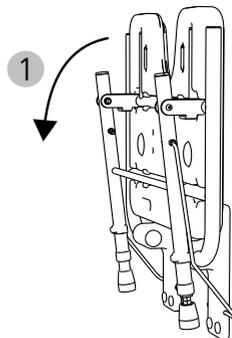

Abb. 5
1. Duschklappsitz an der Sitzfläche nach vorne und unten drücken. Die Beine klappen selbstständig aus und der Duschklappsitz faltet dabei auseinander (Abb.5, 1).